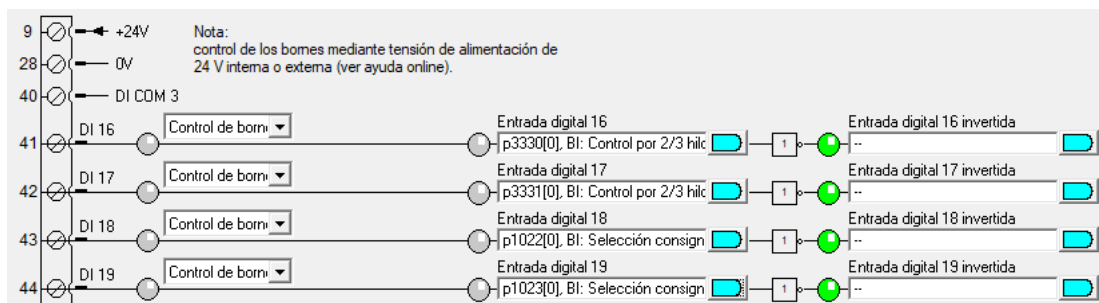

Figura 40: Configuración de entradas digitales
- Si se han realizado todas las configuraciones explicadas en la tabla, la ventana de entradas digitales se debe quedar de la siguiente manera (ver Figura 40).